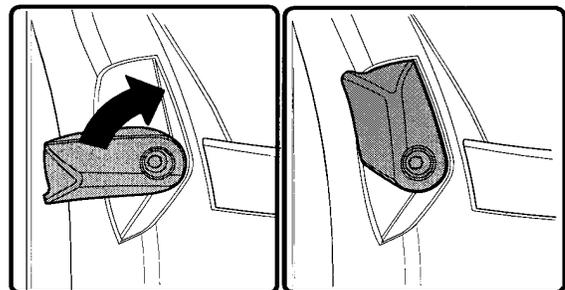

Figura 14
Paso 4: Gire las palancas para asegurar la puerta como lo muestra la Figura 14.